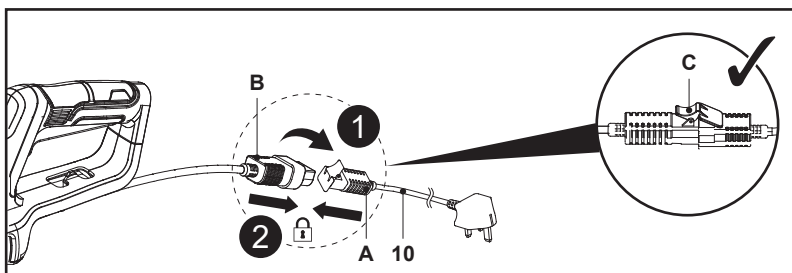

Fig. 2
1. Abra a tampa (C) da tomada (A) no cabo de alimentação (10) e, em seguida, alinhe os pinos da ficha (B) com as ranhuras da tomada (A) e pressione-os para os encaixar. Garanta uma montagem adequada e, em seguida, fixe a tampa (C) na devida posição (Fig. 2, passos 1 e 2).